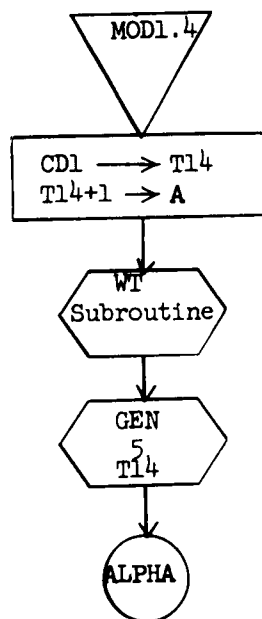

Figure 7.31 MODULE 1.4
7.3.7.3.1.4 MODULE 1.4 (Figure 7.31)